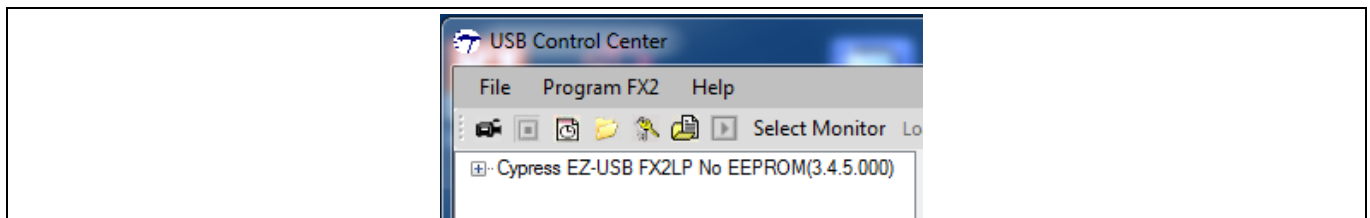

Figure 21 USB コントロール センターに表示された FX2LP 基板
17. FX2LP 基板および他の接続された USB デバイスが左パネルに表示されます。FX2LP 基板だけを表示するために、右パネルの **Device Class Selection** タブをクリックし、**Devices served by the CyUSB.sys driver (or a derivative)** アイテムを除いてすべてのチェックボックスをオフにします。左パネルが **Figure 21** のようになります。